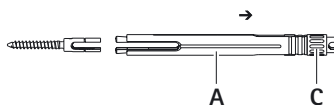

Fig. 7
- Rimuovere la camicia di arresto **2** completa, vedere Fig. 7.